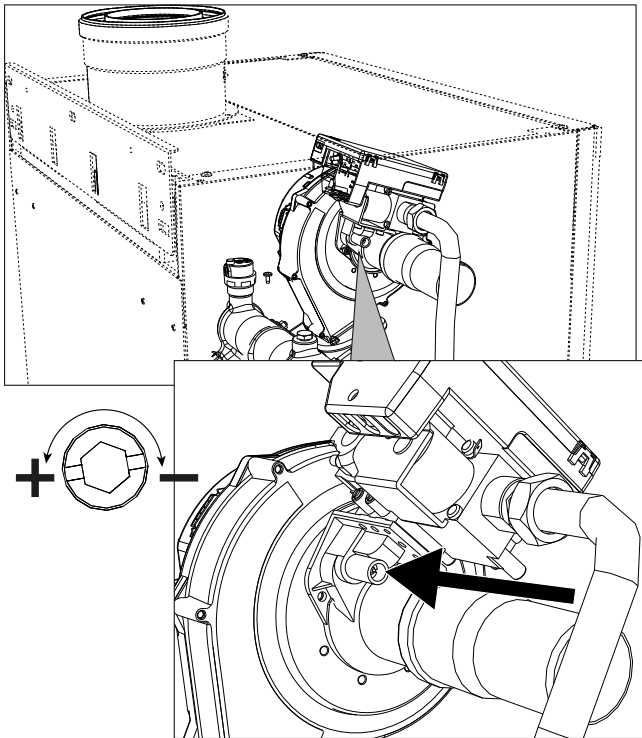
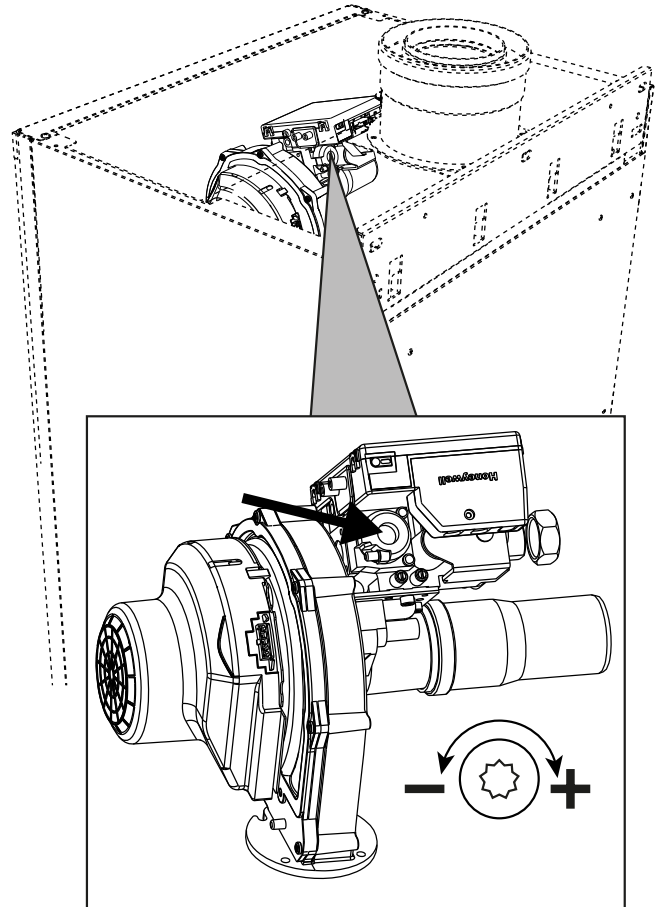
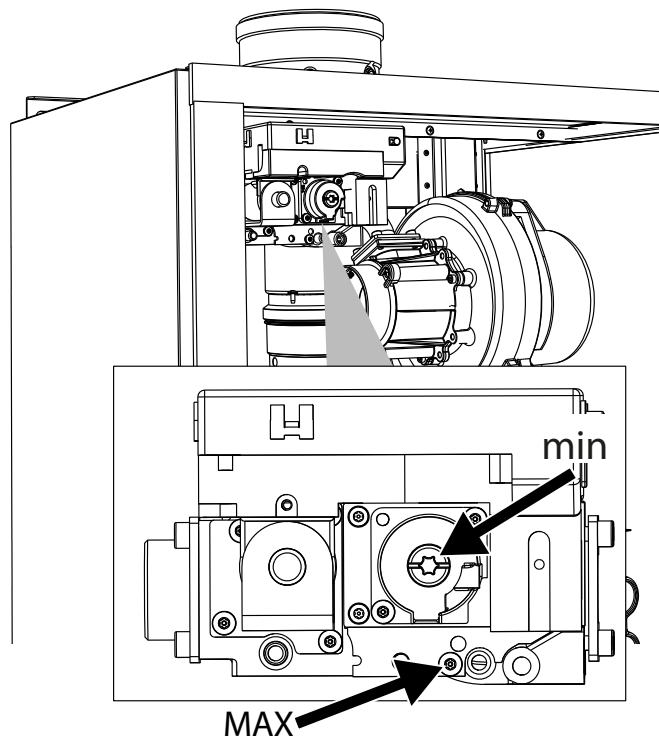

fig. 73 - Regolazione massima modelli W 60 e W 80
fig. 74 - Regolazione minima modelli W 60 e W 80
fig. 75 - Regolazione massima e minima modelli W 99, W 120 e W 150
- Nel caso in cui i valori siano diversi da quelli indicati, regolare la CO₂ attraverso la vite di regolazione massima portando i valori della CO₂ indicati. Vedi **fig. 73** per modelli **W 60** e **W 80** oppure **fig. 75** per modelli **W 99**, **W 120** e **W 150**.
- Nel caso in cui i valori della CO₂ siano diversi da quelli indicati, regolare delicatamente la vite di "OFFSET" minima verificando che la CO₂ sia corretta. Vedi **fig. 74** per modelli **W 60** e **W 80** oppure **fig. 75** per modelli **W 99**, **W 120** e **W 150**.